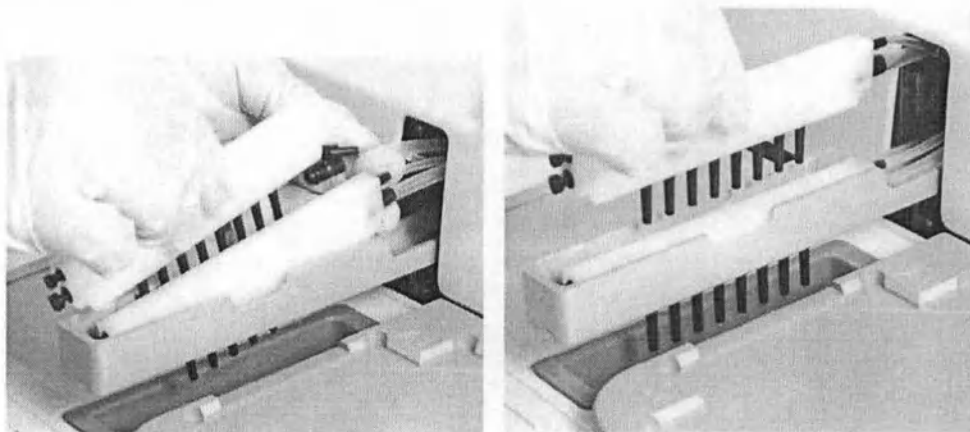

Рисунок 3-12. Установка моющих головок непосредственно рядом друг с другом на держатель головки
2. Установите моющие головки непосредственно рядом друг с другом на держатель головки (Рисунок 3-12).